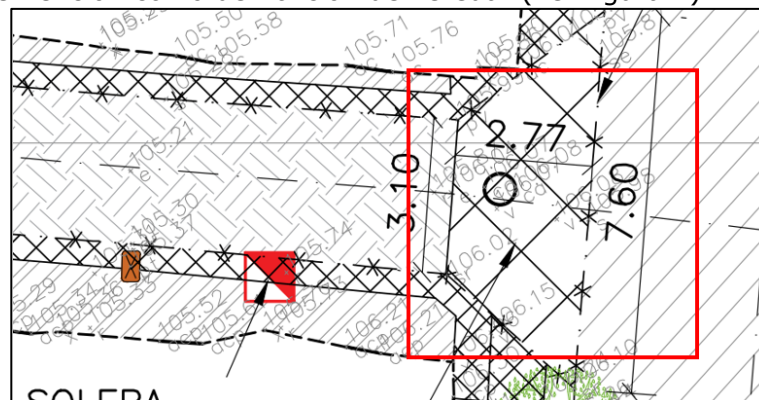

Figura 2
26. Considerar la intervención como demolición de vereda. (ver figura 2)